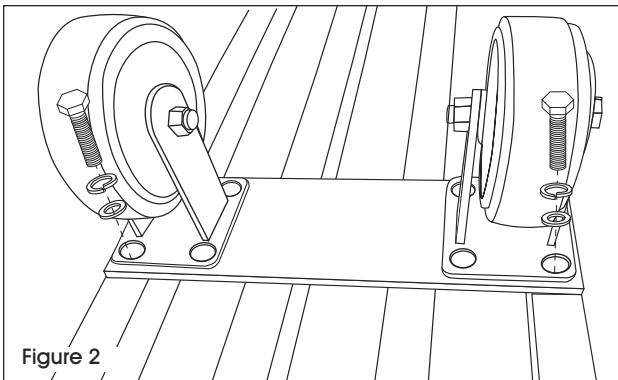

Figure 2
2. Fixez les grandes roulettes centrales de chaque côté extérieur de la plateforme à l'aide des courts boulons à tête hexagonale, des grandes rondelles de blocage et des grandes rondelles. Insérez les boulons dans la plateforme. (Voir Figure 2)